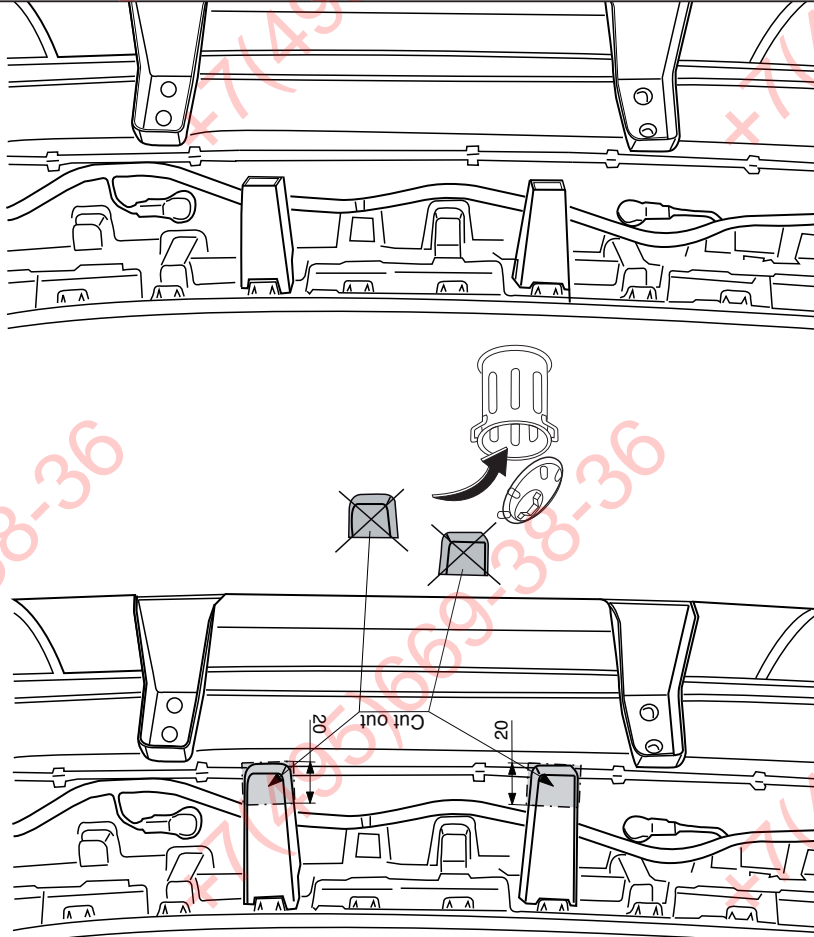

Fig.3
8. Saw out from the bumperinnerwork the section indicated in accordance with fig. 3.
8. Gemäß Fig. 3. die angegebenen Stücke aus der Stoßstangeninnenverkleidung heraussägen.
8. Scier les parties de la garniture du pare-chocs comme indiqué sur les fig. 3.
8. Sägna de markerade delarna ur stöttångaren inmanerat. Se fig. 3.